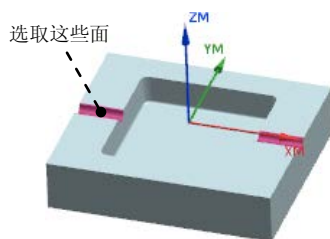

图 10.8 指定切削区域
Step2. 在图形区中选取图 10.8 所示的面 (共 6 个) 为切削区域, 然后单击“切削区域”对话框中的 **确定** 按钮, 系统返回到“剩余铣”对话框。